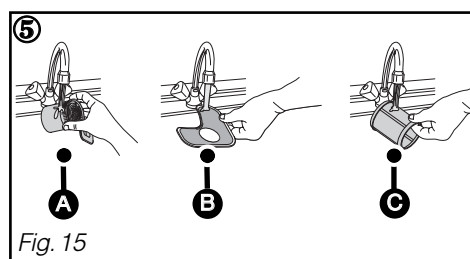

Fig. 15
② Dévissez d'un quart de tour le filtre à déchets puis le retirer **A**.
③ Retirez le filtre principal **B**.
④ Retirez le tamis micro filtre **C**.
⑤ Nettoyez soigneusement les filtres **A**, **B** et **C** sous l'eau courante. (Fig. 15)